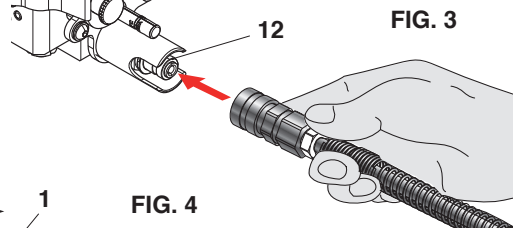
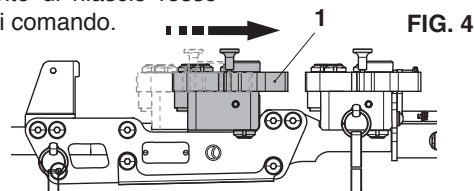

FIG. 3
FIG. 4
3. (Rif. a Fig. 3 e 19) Connettere la pompa elettro-oleodinamica **B70M-P24** all'innesto rapido (12) del dispositivo **RHVD**. Assicurarsi del completo arretramento della ganasce mobile (1) (Rif. a Fig. 4) agendo sul pulsante di rilascio rosso della pulsantiera di comando.